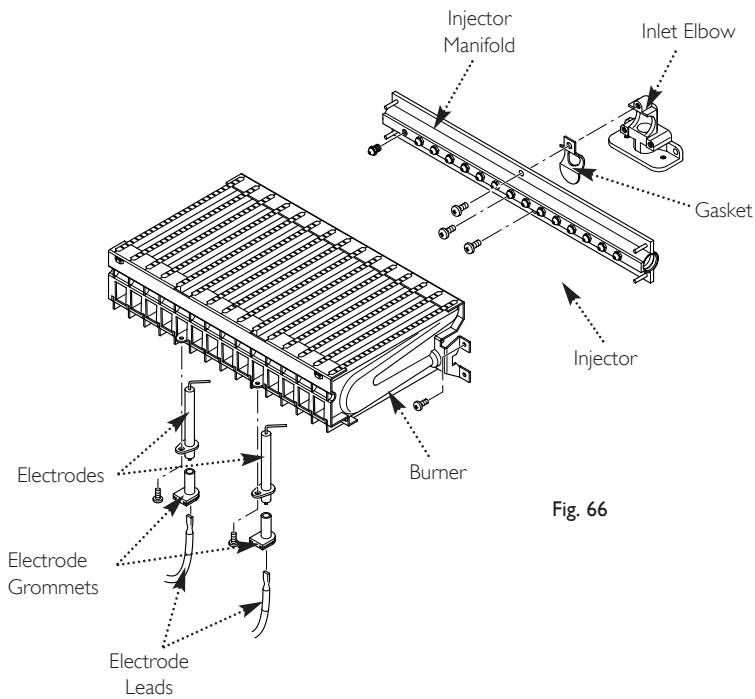

Fig. 66
14.5 Injectors (Fig. 66)
14.6 Electrodes (Fig. 66)